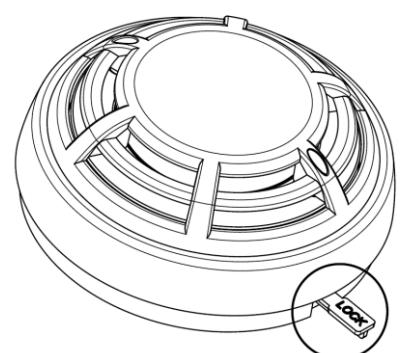

Fig.4
- Si la sirène est verrouillée sur la base, pour la déverrouiller, insérez d'abord la clé à l'emplacement spécifié (**Fig. 4**) et faites tourner la sirène dans le sens antihoraire;